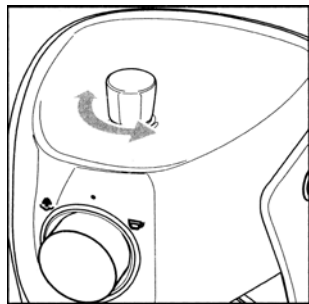

図5
- ・除石灰作業を行うには：(図5－6)スチーム・給湯ノブ(4)を開き、抽出ノブ(17)を"☕"の位置に回し、カップ一杯程度のお湯(除石灰剤)を排出します。
- ・(図5－6)－内部をすすぐためにスチーム・給湯ノブ(4)を開き、水タンク2/3程度の水を排出します。抽出ダイヤル(17)を"☕"の位置に回してください。